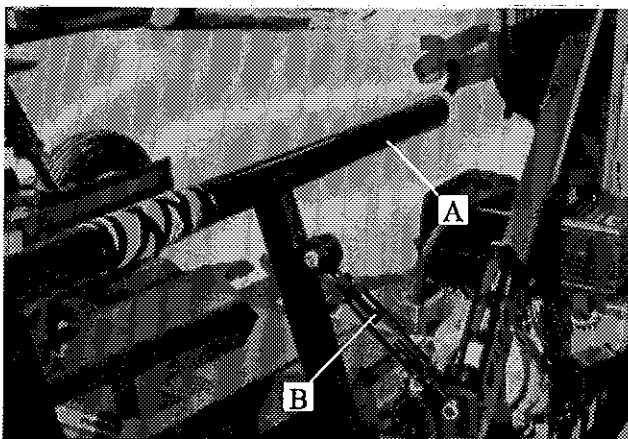

Figure 18
- 3) Ajuster la largeur des guides (A fig. 18) selon la largeur des balles à l'aide des barres d'ajustement (B fig. 18).